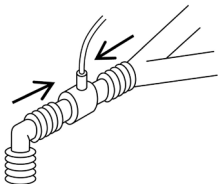

Рис. 1
1. Подсоедините адаптер дыхательных путей к проксимальному концу дыхательного контура между эндотрахеальной трубкой и Y-секцией вентилятора, как показано на рис. 1.